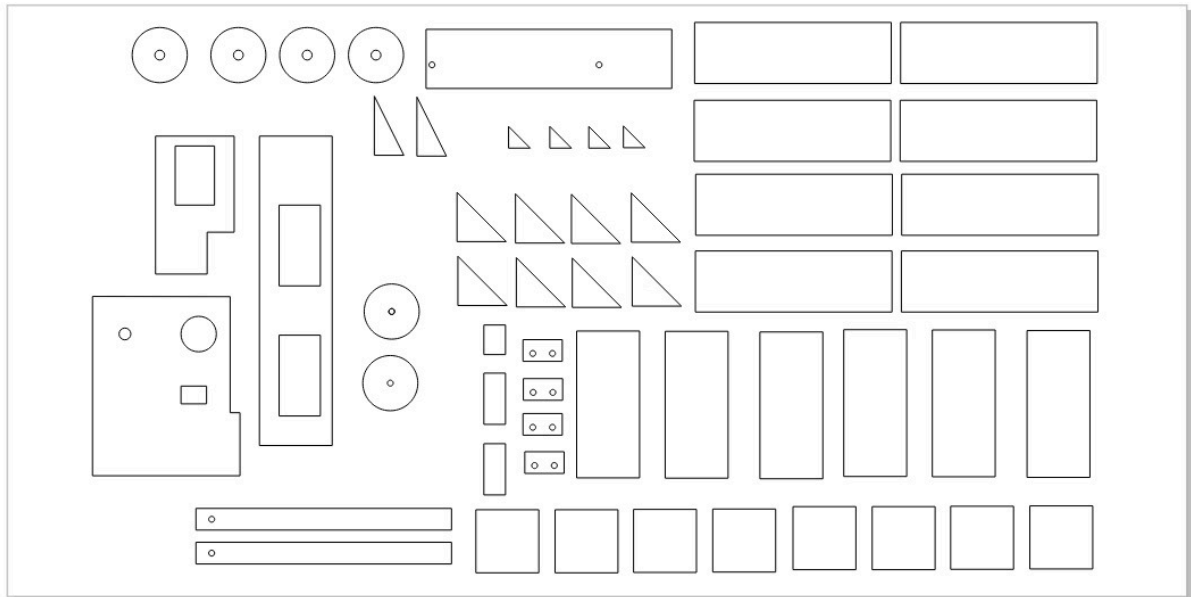

Figura 2: Vista en Corel Draw de Soportes
La Figura 2 muestra una colección de piezas auxiliares y soportes optimizados para el corte (nesting). Estas piezas aportan el soporte vertical y los puntos de montaje.
- **Montaje del Marco Longitudinal:** Se toman los dos **Rieles Laterales** (Figura 1) y se insertan en las ranuras de los **Soportes Verticales y Patas** más grandes (Figura 2). Este paso define la altura y la longitud de la cinta.
- **Instalación de Ejes y Rodamientos:** En los extremos de los rieles laterales, se utilizan los **Soportes para Ejes y Rodamientos** (Figura 2) para fijar el eje de tracción (donde se conectará el motor) y el eje pasivo, que mantendrán la tensión de la banda.